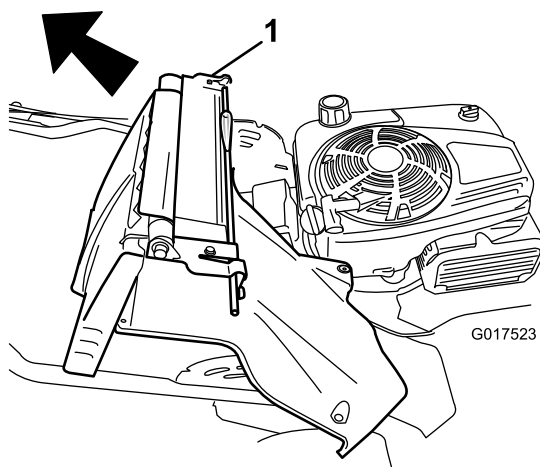

Рисунок 33
7. Снимите заднюю дверцу и рычаг фиксации рукоятки в сборе (Рисунок 33).